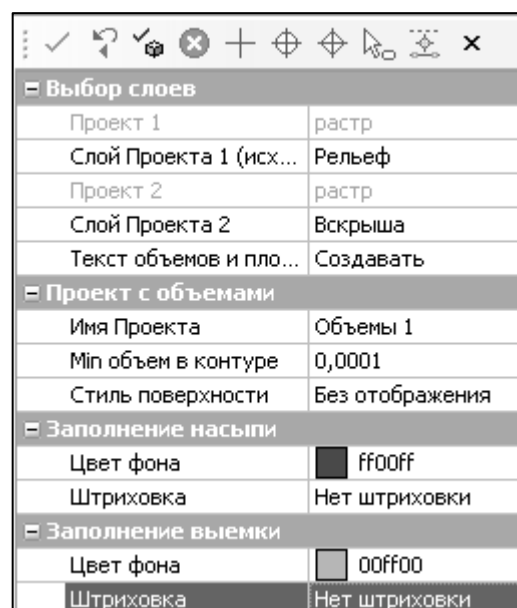

Рис. 3.17
8.2. В окне параметров выполните настройки заполнения насыпи и выемки, согласно рис. 3.17. В качестве исходного слоя, выберите слой **Рельеф**, в качестве второго слоя – слой **Вскрыша**. Выберите стиль поверхности – **Без отображения**.
8.3. Для запуска расчета объемов работ на локальной панели инструментов нажмите кнопку **Выполнить расчет**  (рис. 3.17). После расчета объемов примените команду и закройте метод.